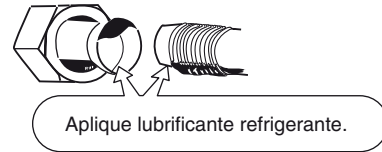

Fig. 5-4
- (1) Aplique uma tampa de vedação ou fita impermeável para impedir que a poeira ou água entrem nos tubos antes que os mesmos sejam utilizados.
- (2) Certifique-se de que aplica lubrificante refrigerante (óleo etéreo) no interior da porca afunilada antes de efectuar as ligações da tubagem. Isso é eficaz para reduzir vazamentos de gás. (Fig. 5-4)